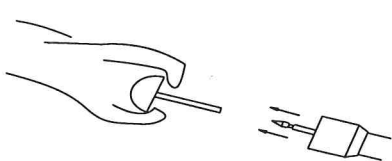

Рис. 1
2. Увеличьте зазор между наковальней и головкой степлера, поворачивая рукоятку регулирования величины зазора против часовой стрелки. Отсоедините наковальню от головки. Чтобы избежать повреждения тканей при введении устройства после отсоединения наковальни верните фиксатор головки в исходное положение (он должен быть полностью внутри головки), поворачивая рукоятку регулирования величины зазора по часовой стрелке (рис. 1).